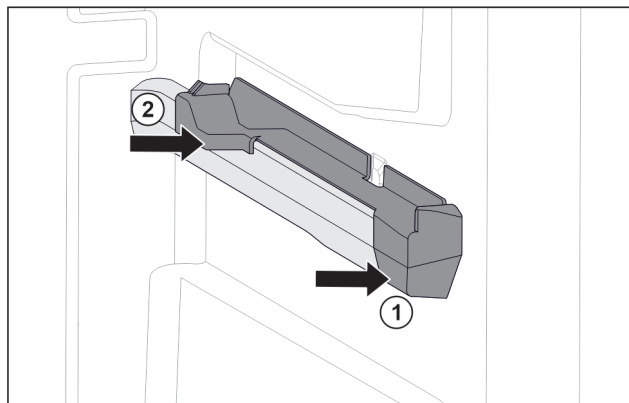

Fig. 86 Вставная часть на правом контейнерном ребре
- ▶ Наденьте вставную часть спереди на контейнерное ребро. Fig. 86 (1)
- ▶ Нажмите на вставную часть сзади. Fig. 86 (2)